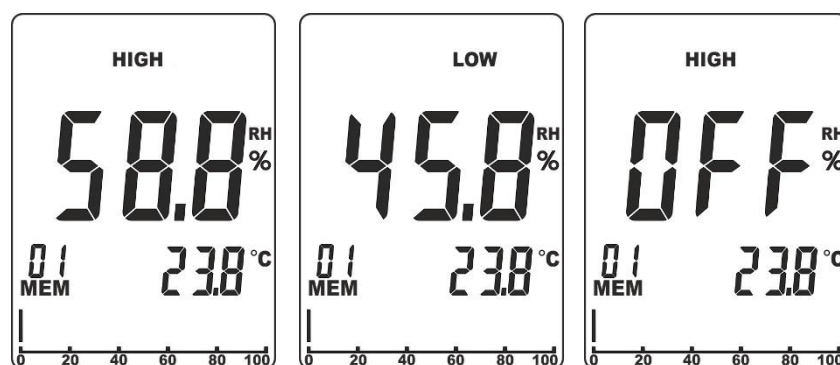

Fig. 5: Configuration des seuils d'alarme pour mesure %RH
1. Appuyer simultanément, pendant quelques secondes, sur les touches **RH%** et **MODE/ZERO**. Le symbole « HIGH » est affiché en haut de l'écran (voir Fig. 5 – à gauche)
2. Utiliser les touches flèche ◀ ou ▶ pour configurer la valeur de seuil Maximum dans le champ : **0,1% à 99,9%**. Dans ces conditions, l'instrument émettra un son **par intermittence** pour signaler que la valeur d'humidité mesurée est supérieure au seuil paramétré. Sélectionner l'option « **OFF** » pour désactiver l'alarme (voir Fig. 5 – à droite)
3. Appuyer sur la touche **MEM/ALM** pour confirmer et passer à la configuration du seuil Minimum. Le symbole « **LOW** » est affiché en haut de l'écran (voir Fig. 5 – au centre)